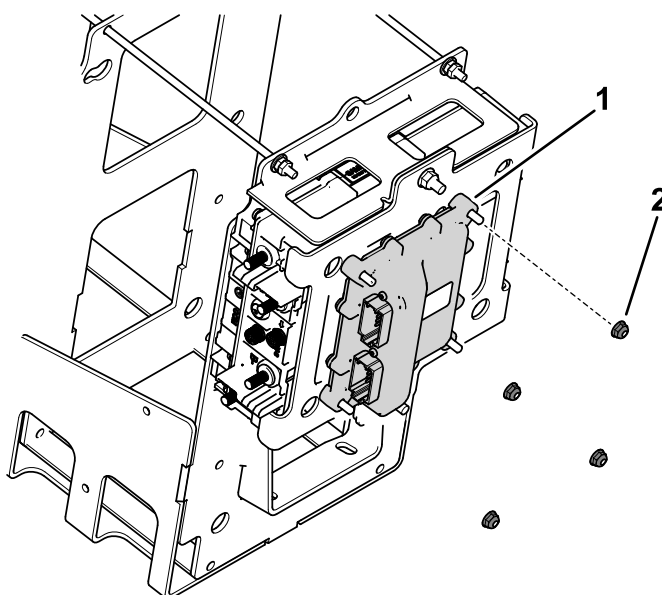

Figura 6
5. Rimuovete i dadi che fissano il controller TEC alla base delle batterie (Figura 6). Conservate il controller per il montaggio successivo.